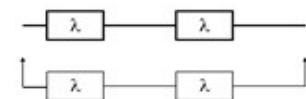

Рисунок 1
3.1. Система состоит из двух одинаковых элементов. Для повышения ее надежности конструктор предложил дублирование системы по способу замещения с ненагруженным состоянием резерва (рисунок 1). Интенсивность отказов элемента равна λ . Требуется определить вероятность безотказной работы системы $P_c(t)$, среднее время безотказной работы m_{tc} , частоту отказов $f_c(t)$, интенсивность отказов $\lambda_c(t)$.